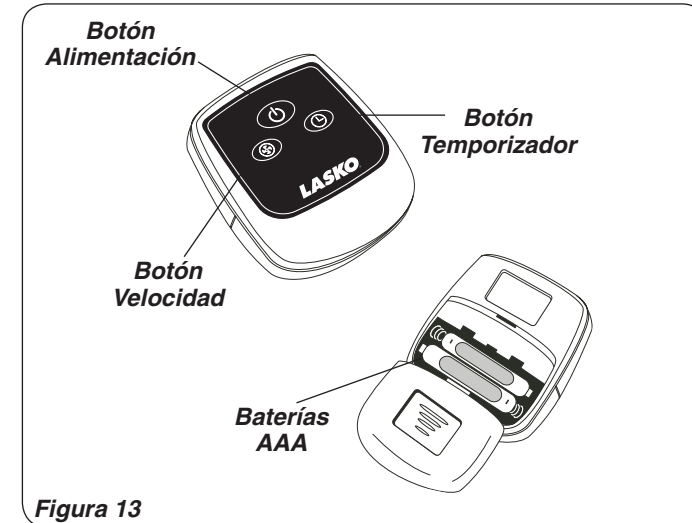
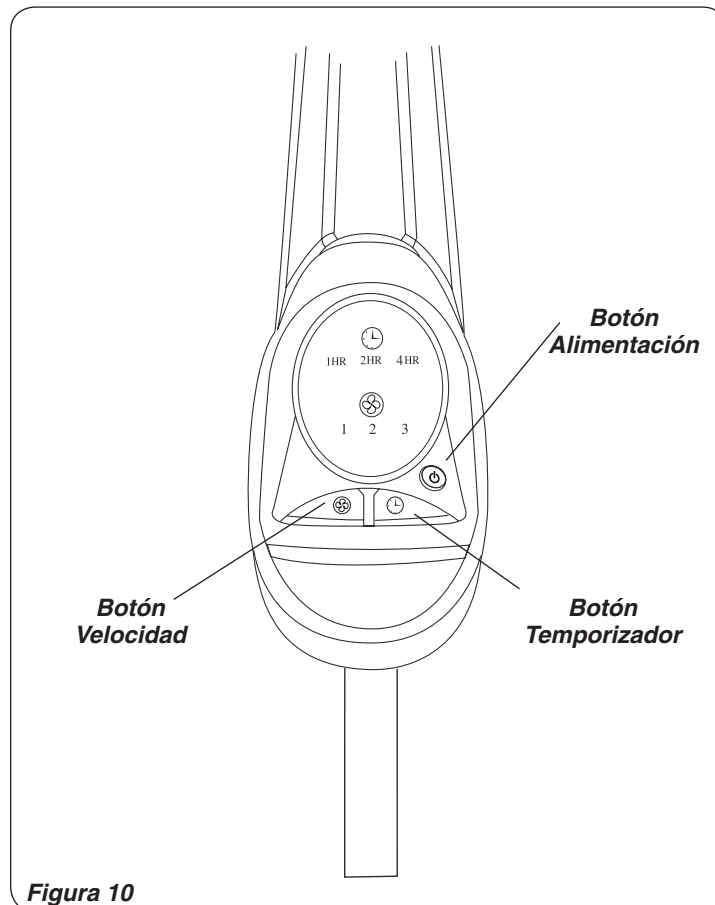

Figura 13
Figura 10
1. Instale la baterías (no suministró) como mostrado en la **Figura 13**. La batería es el tipo “AAA”.
Este Ventilador puede hacerse funcionar mediante los Controles Manuales ubicados en la parte superior de la unidad (como se muestra en la **Figura 10**) o con el Control Remoto (se muestra en la **Figura 13**).